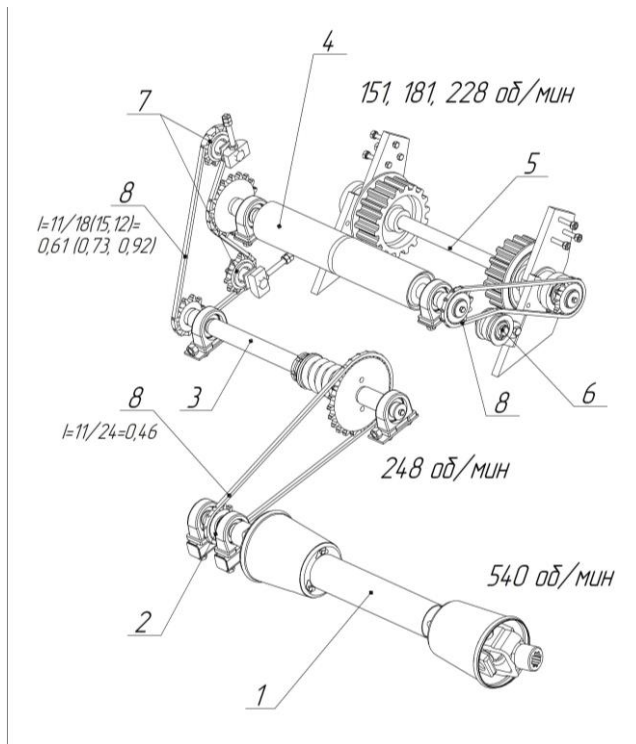

Рисунок 5 – Привод транспортера
3.5 Привод транспортера (рисунок 5) осуществляется от ВОМ трактора через ряд цепных передач. Вал промежуточный поз. 3 имеет предохранительный механизм, который предохраняет привод от поломок, в случае появления каких-либо препятствий для его работы.